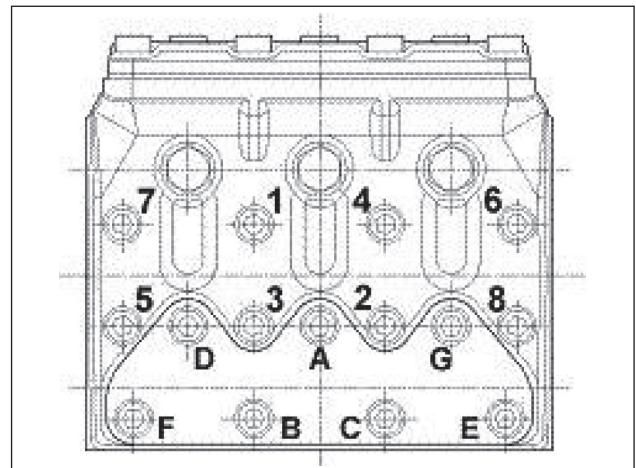

Abb. 24
** Die Befestigungsschrauben des Kopfs, Pos. 39 der Explosionszeichnung, müssen mit einem Drehmomentschlüssel bei Schmierung des Gewindeschäfts in der Reihenfolge gemäß Schema in Abb. 24 festgezogen werden.
*** Die Befestigungsschrauben der Ventildeckel, Pos. 40 der Explosionszeichnung, müssen mit einem Drehmomentschlüssel bei Schmierung des Gewindeschäfts in der Reihenfolge gemäß Schema in Abb. 24 festgezogen werden.